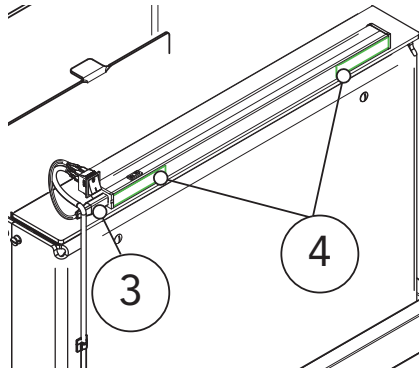

Fig.16
- Scollegare il cavo della lampada dalla sua sede (3, Fig 16) e rimuovere delicatamente la lampada tenuta in posizione da nastro biadesivo (4, Fig 16)